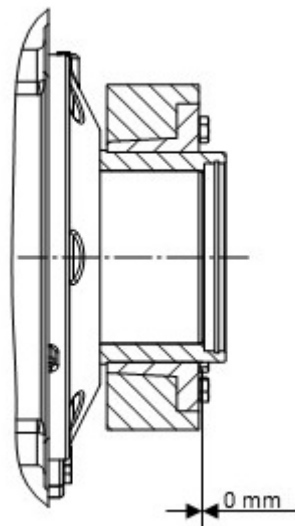

Рисунок 15: Установка стяжной муфты
- После затягивания стяжных болтов торцевая поверхность внутреннего кольца должна плотно прилегать к торцевой поверхности наружного кольца; кольца должны располагаться друг над другом. Осмотреть стяжную муфту и убедиться в отсутствии деформации (Рисунок 15).